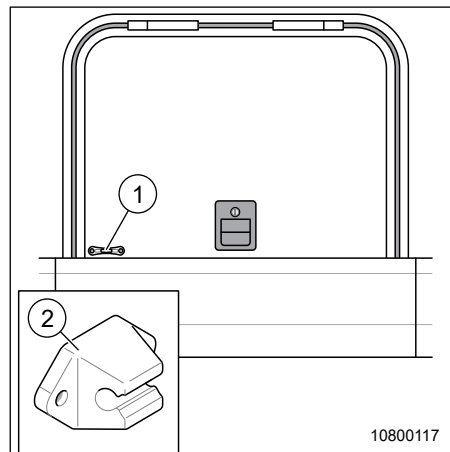

Fig. 35 Porte manipulable à une main
2. Ouvrir la porte de soute et pousser le point d'encliquetage (Fig. 35, Pos. 1) dans le support (Fig. 35, Pos. 2).
1. Tirer la porte hors du support (Fig. 35, Pos. 2) et la fermer.